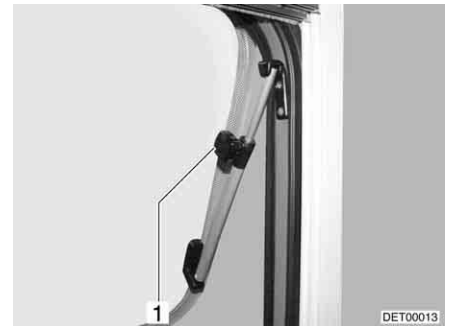

Bild 53 Överkantshängt fönster med vridspärrar, öppet
- Det överkantshängda fönstret öppnas till önskat läge och låses med den lettrade hylsan (Bild 53,1).
- Vrid den lettrade hylsan (Bild 53,1) tills låsningen släpper.